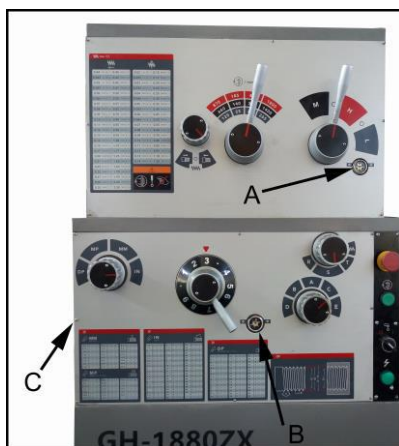

Рисунок 22
Уровень масла должен достигать отметки уровня на смотровом стекле (А, рисунок 22).
Уровень масла должен достигать отметки уровня на смотровом стекле (В, рисунок 22).
**Слейте масло после первого месяца эксплуатации.** Снимите сливную пробку (С, рисунок 22). Залейте масло.